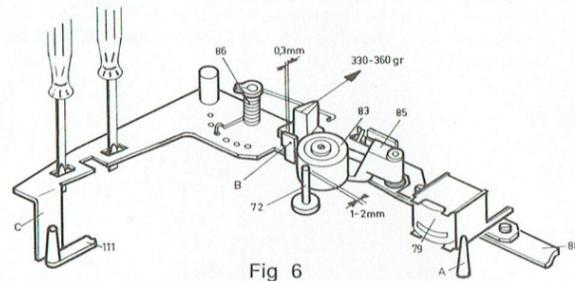

Fig 6
**Etrier de commande rep. 88 (fig. 6).**
**Levier du galet presseur (fig. 6).**
**Galet caoutchouc rep. 108 (fig. 6).**